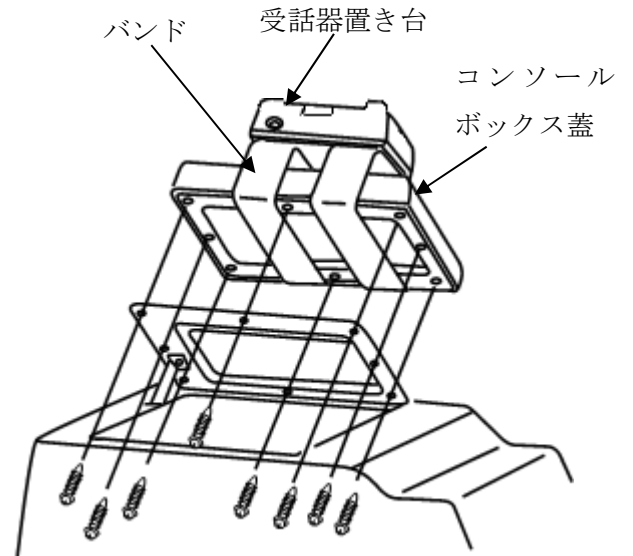

図8-6
- ⑤コンソールボックスの横開き蓋にバンドで固定する場合は、図のように蓋を取外し、左右に掛ける方法がある。(図8-6参照)